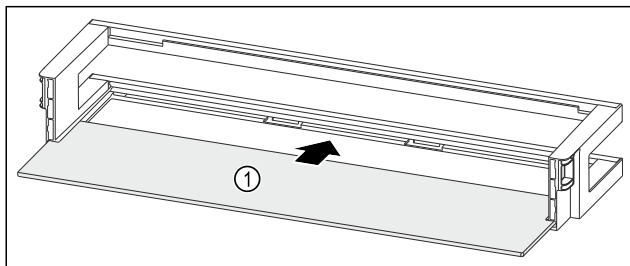

Fig. 52 Balconcino controporta con ripiano
- Inserire il ripiano Fig. 52 (1) negli incavi laterali.